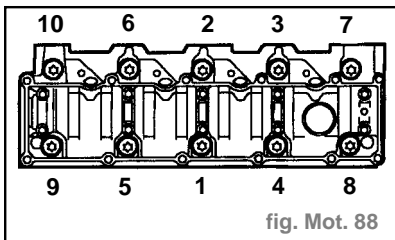

fig. Mot. 88
- Serrer progressivement les boulons de culasse dans l'ordre indiqué, de la façon suivante (fig. Mot. 88) :